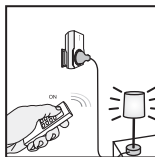

Рисунок 5. Управление при помощи пульта
5.4. Для использования светильника или электроприбора нажмите кнопку ON на пульте управления, чтобы включить приемник. Нажмите кнопку OFF, чтобы его выключить (рисунок 5).